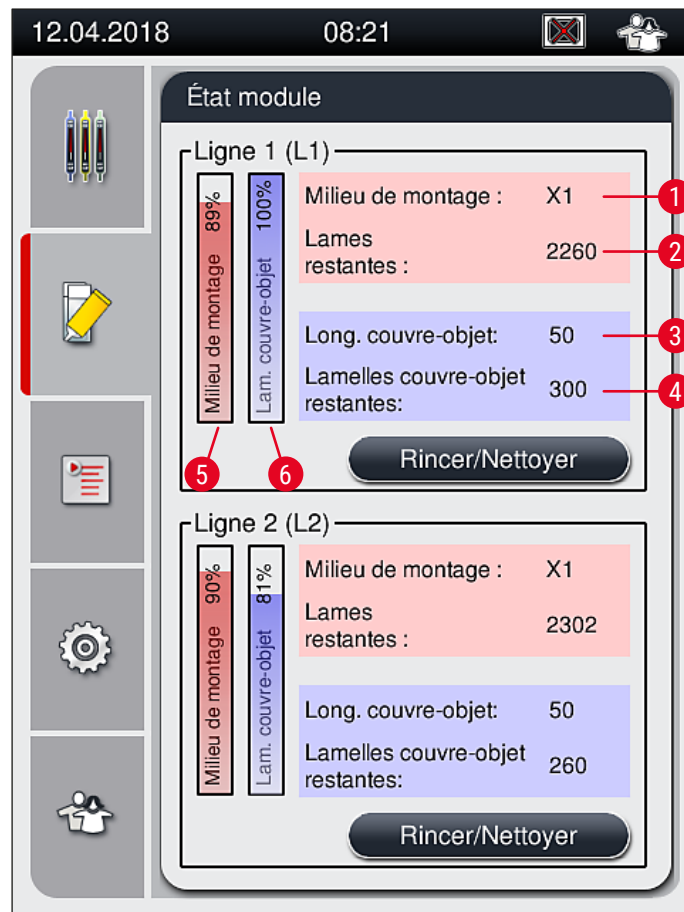

Fig. 22
7. Les flacons du milieu de montage qui sont introduits sont détectés par le logiciel de l'appareil, et l'**État module** (→ Fig. 22) est actualisé.